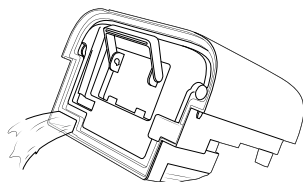

Fig. 2
- ◆ Vacíe el agua por el orificio de la tapa (consulte la fig. 2) y vuelva a introducir el depósito de agua ④ en el aparato. El aparato reanuda el funcionamiento con el programa seleccionado.